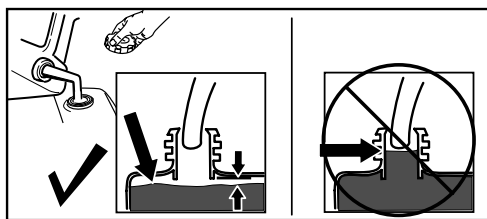

Figura 13
Llene el depósito de combustible como se muestra en la Figura 13; no llene por encima del extremo inferior del cuello del depósito de combustible.
- Retirada de obstrucciones del conducto de descarga; consulte Cómo limpiar un conducto de descarga atascado \(página 16\). Utilice la herramienta desatascadora (Figura 13), no las manos, para retirar obstrucciones del conducto de descarga.